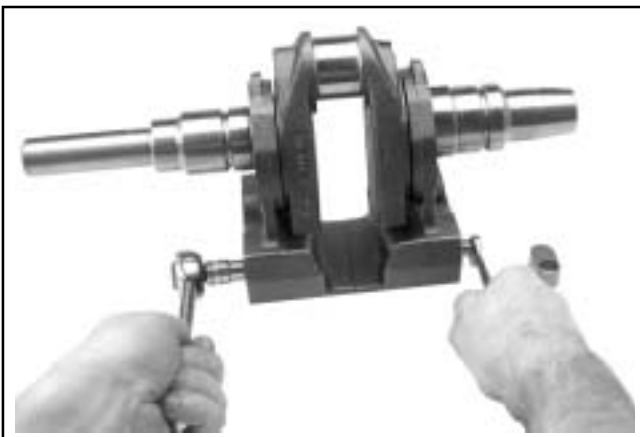

Figura 8-50. Extracción del tornillo del contrapeso.
3. Desmonte el tornillo hexagonal largo con resalte que fija las dos mitades del contrapeso en el cigüeñal. Sujete el pasador de guía con una llave (si es necesario). Ver Figura 8-50.